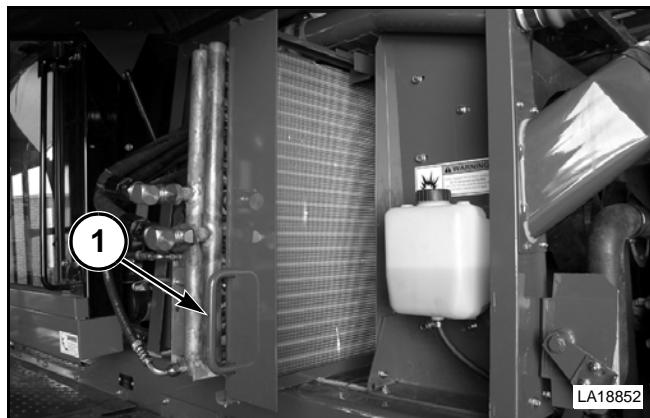

FIG. 5
**FIG. 5:** El compartimiento del radiador puede abrirse desde el lado izquierdo o desde el lado derecho. Para abrir las puertas del compartimiento del radiador, tire de la manija de la puerta y levante la puerta hasta que se abra completamente.